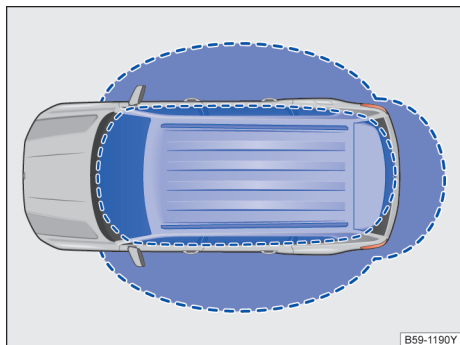
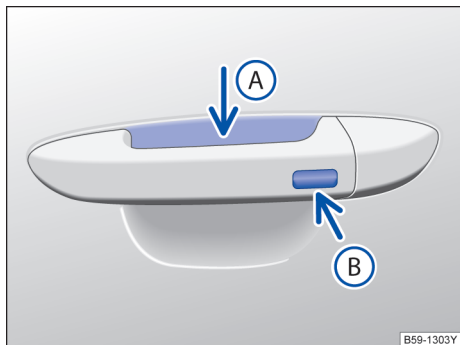

图 51 无钥匙进入闭锁/启动系统：工作范围
图 52 无钥匙系统 Kessy：车门拉手上的传感区
Kessy 是一种无钥匙系统，它可以实现在不操作遥控钥匙的情况下解锁或锁止汽车。操作者只需随身携带一把有效遥控钥匙，并处于车门或行李厢盖的有效感应区域内→图 51，同时触摸车门拉手上的传感区之一→图 52 或按压行李厢盖上的按钮进行简单操作即可实现。
如果有一把有效遥控钥匙在接近范围→图 51 内，则无钥匙系统 Kessy 会将访问权限授予该钥匙。紧接着可以在不主动操作遥控钥匙的情况下执行以下功能：
- 触摸在驾驶员或副驾驶员车门拉手内侧的传感区→图 52（箭头 A）。
- 触摸车门拉手上的传感区→图 52（箭头 B）一次。汽车锁止。
如果汽车已锁止并且一把有效汽车钥匙位于行李厢盖的接近范围内→图 51，行李厢盖在通过把手按钮打开时会自动解锁。
- 要便捷关闭所有电动车窗和天窗，请用手指按住车门拉手上的传感区→图 52 (B)几秒钟。
- 松开传感区→图 52 (B)即可中断该功能。如果在松开车门拉手上的传感区→图 52 (B)后立即将手放入→图 52 (A)内，则所有车窗停在原位（安全功能）△→第 56 页。